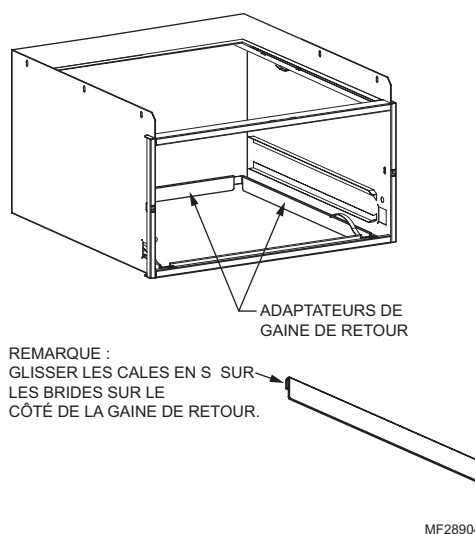

Fig. 6. Utilisation des adaptateurs de gaine de retour pour les modèles 1620/2020/2520.
- e. Utiliser les adaptateurs de gaine de retour fournis pour attacher les gaines de retour (voir Fig. 6).